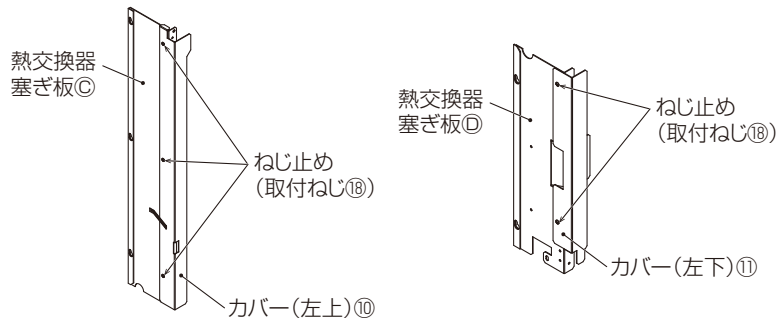

図 3
- 手順 3 で取外した熱交換器塞ぎ板③にカバー（左上）⑩を、熱交換器塞ぎ板④にカバー（左下）⑪を取付ねじ⑫を使用して取付けてください。（図 3）